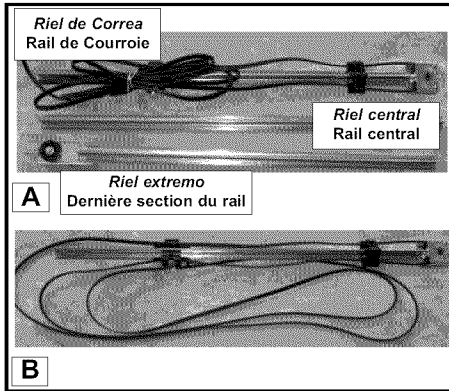

FIG. 1-2 Secciones partidas de riel.
- Quite las dos secciones de riel que no están conectadas a la cadena y póngalas en el piso (Fig. 1-2, A).
- Cuidadosamente quite la tercera sección de riel con cadena y camisa de plástico.onga la sección de riel en el piso y extienda la cadena recta fuera. (Fig. 1-2, B). La cadena y riel deben extenderse aproximadamente 7 pies.
- Enlever les deux sections de rail qui ne sont pas connectés à la chaîne et les poser sur le sol (Fig. 1-2, A).
- Enlever soigneusement le troisième rail avec la chaîne et le manchon en plastique. Placer la section du rail sur le sol et étendre la chaîne. (Fig. 1-2, B). La chaîne et le rail doivent s'étendre à environ 7 pi (2,13 m).
- Quite las dos secciones que no están conectadas a la correa y colóquelas en el piso (Fig. 1-2, A).
- Con cuidado quite la tercera sección del riel con la correa y colóquela en el piso. Quite los amarres de la correa y extiéndala. (Fig. 1-2, B). Para evitar que la correa se retuerza o se de vuelta, con cuidado trate de mantenerla plana en el piso. La correa y el riel deben extenderse aproximadamente 7 pies (2,1 m).
- Retirez les deux sections de rail qui ne sont pas raccordées à la courroie et placez-les sur le sol (Fig. 1-2, A).
- Enlevez la troisième section de rail avec courroie avec précaution. Placez la section de rail sur le sol, retirez les attaches de la courroie et étalez celle-ci (Fig. 1-2, B). Évitez de tordre ou de plier la courroie en la manipulant avec soin et en la maintenant à plat sur le sol. La courroie et le rail doivent s'étendre sur environ 2,1 m (7 pi).